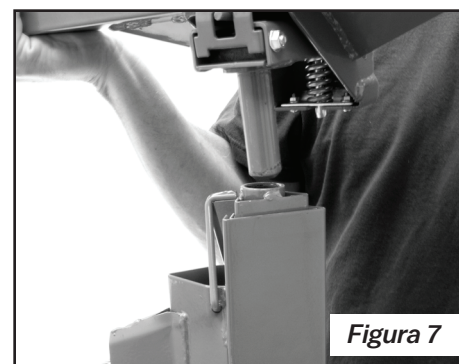

Figura 7
- Inserte el poste del armazón en la abertura de la parte superior del bastidor (Figura 7).